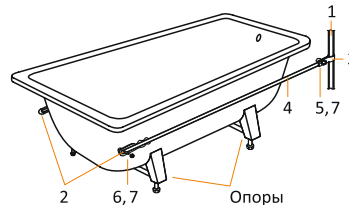
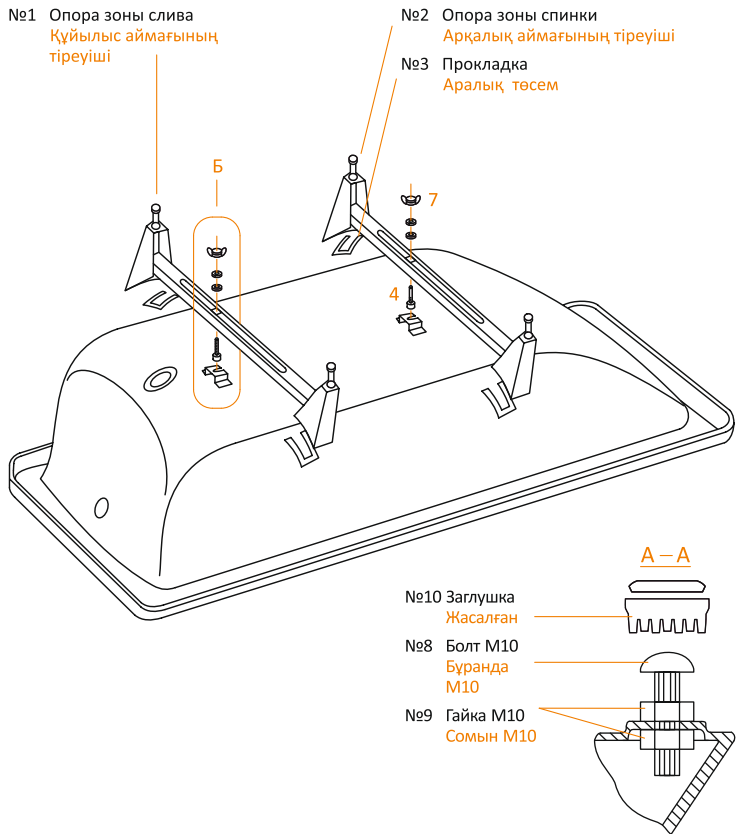

РИСУНОК 1
РИСУНОК 2
2. Установите болты М10х50 с гайками М10 на обе опоры, как показано на рис. 1 (разрез А-А). Наденьте пластиковые заглушки (поз. 10) на головки болтов.
5. Установите опору с соответствующей маркировкой со стороны отверстия слива (см. рис. 1 разрез Б и рис. 2): наденьте опору на установленный в отверстие скобы болт М6х30...40, предварительно установив прокладки на радиусные поверхности опоры.